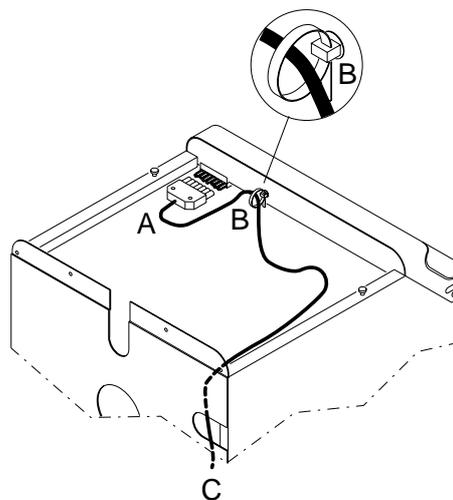

fig. 3
- bloccare il cavo di tensione C mediante il fermacavo B (fig. 3).